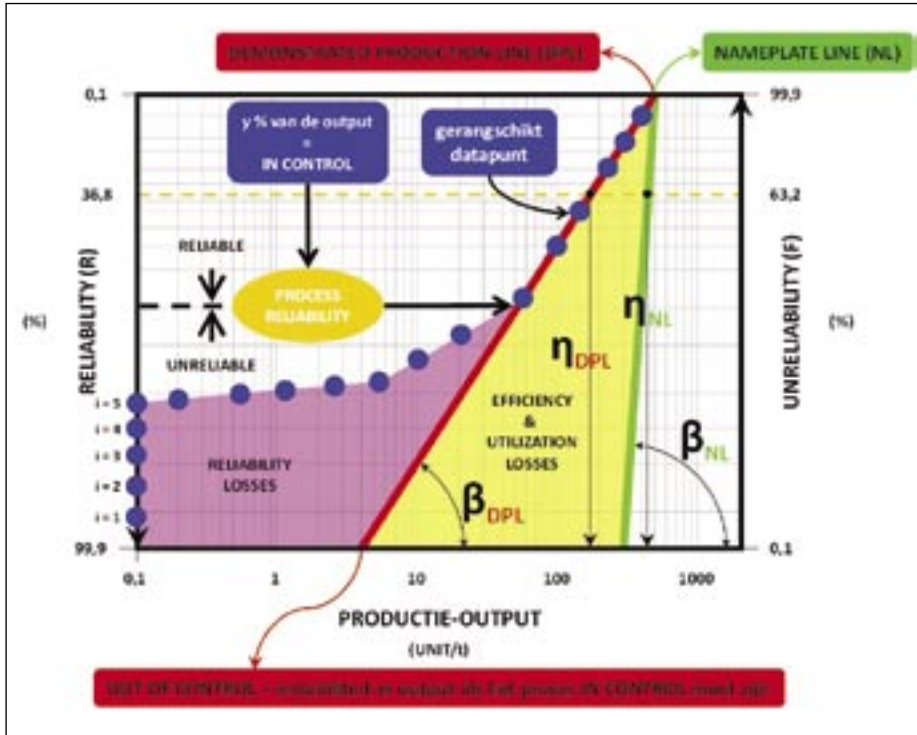

Figure 2: Ancien graphique Weibull – méthode nouvelle: Process Reliability Analyse.
la valeur beta, moins la variation est importante et plus le processus est prévisible. η représente la quantité produite la plus probable par unité de temps (par ex. x kg par jour); c'est la production caractéristique du processus. La figure 2 montre deux lignes de tendance. La ligne rouge est parfois appelée Demonstrated Production Line (DPL). C'est ce que le processus devrait produire s'il était fiable à 100 %. La ligne verte définit la Nameplate Line (NL) située en deçà des limites de ce qui perçu comme réalisable.